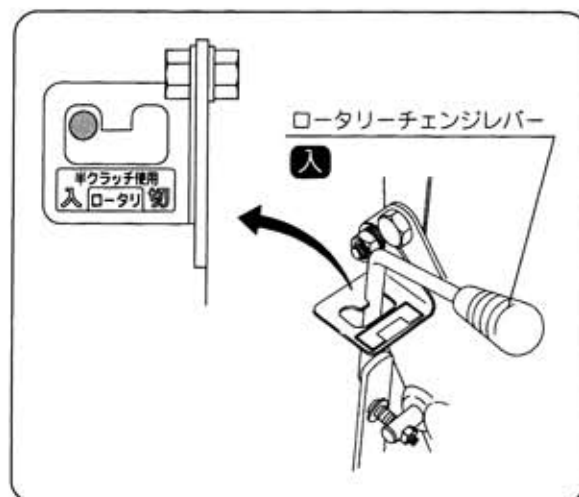

図22
- ① ローターレバーを押し下げて、外側に引きながら主クラッチレバーを半クラッチ操作しますと軽く「入」位置に入ります。(図22)